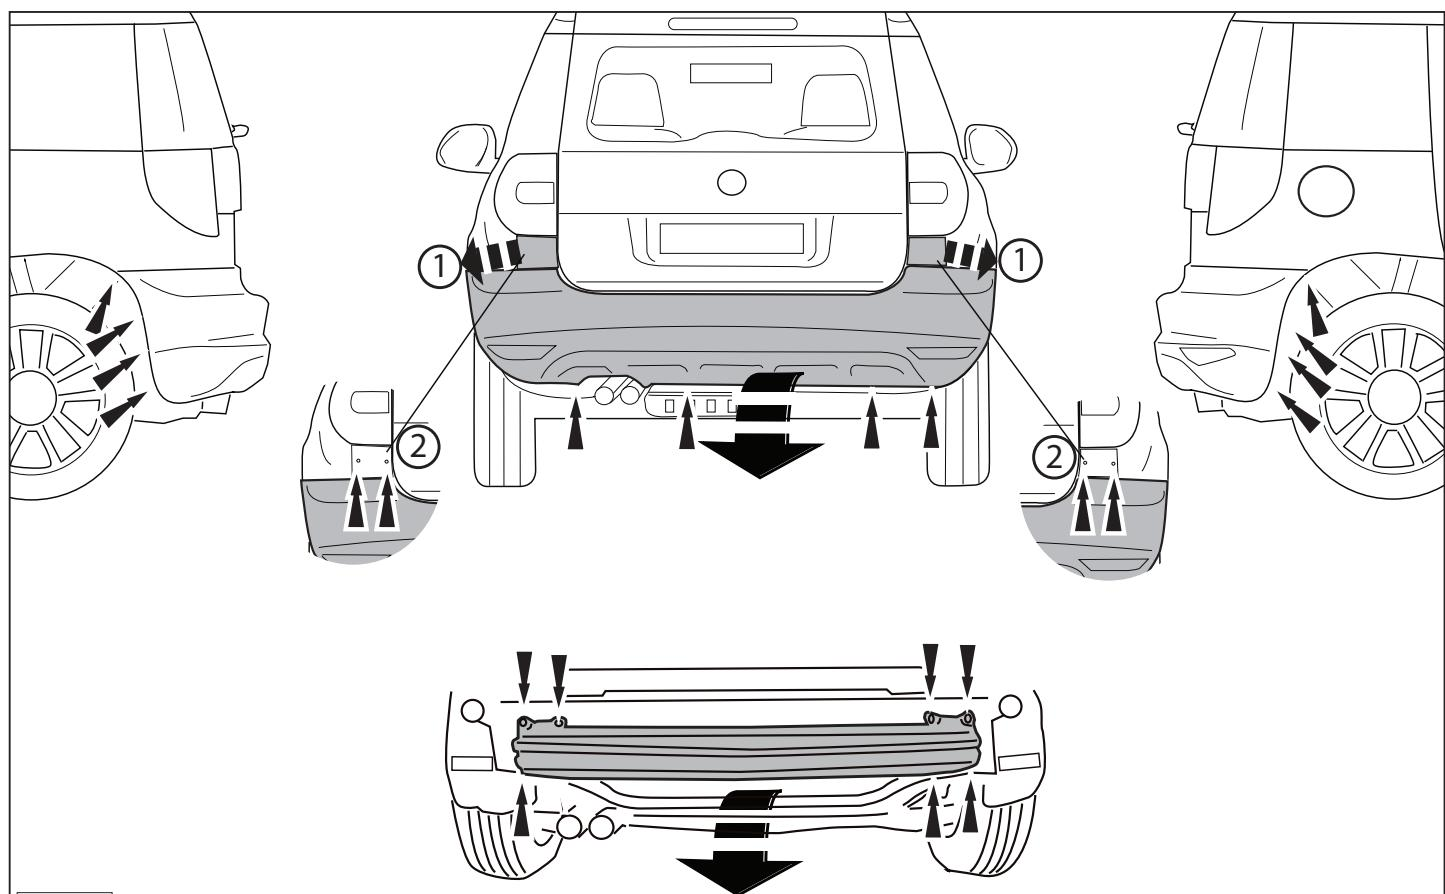

Fig. 1
1. Remove bumper. Tox head screws around each wheel arch, along lower edge of rear panel, beneath each wheel cluster (light cluster must be removed). And the steel bumper from the vehicle. The bumper will no longer be needed. Replace the bolts. See figure 1.
1. Die Stoßstange einschließlich des stählernen Stoßbalkens vom Fahrzeug abmontieren. Der Stoßbalken wird nicht mehr benötigt. Die Schrauben wieder anbringen. See figure 1,
1. Déposer le pare-chocs du véhicule y compris la traverse en acier ; la traverse ne sera plus utilisée. Remettre les boulons de fixations en place. Voir la figure 1.